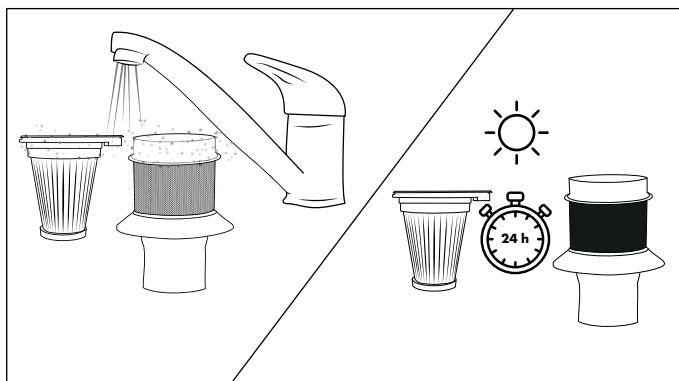

Abb. 20
- 6) Spülen Sie den HEPA-Filter **⑥** und den Edelstahlfilter **①** unter kaltem oder lauwarmem Wasser aus. Lassen Sie den HEPA-Filter **⑥** und den Edelstahlfilter **①** vollständig an der Luft trocknen, bevor Sie sie wieder in den Staubbehälter **⑦** einsetzen (siehe Abb. 20).